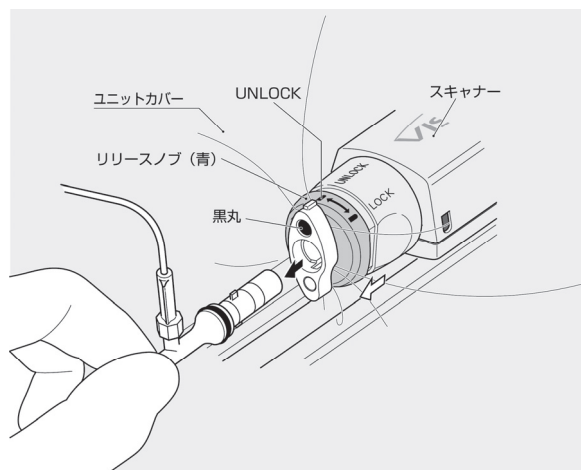

図8 本品の取り外し（ビジュウェーブの場合）
- (3) 全ての観察を終えたら、アダプター前面の黒丸を「UNLOCK」位置まで戻した後、スキャナー先端のリリースノブ（青い部分）を本品側に引き出し、本品をスキャナーから外し（図8）、専用装置の電源をOFFにする。更に、カバーを専用装置から取り外す。